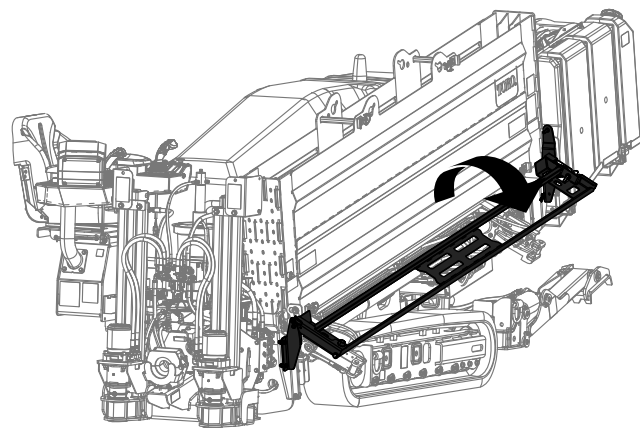

Figure 57
4. Abaissez la protection de chargement des tiges (Figure 57).